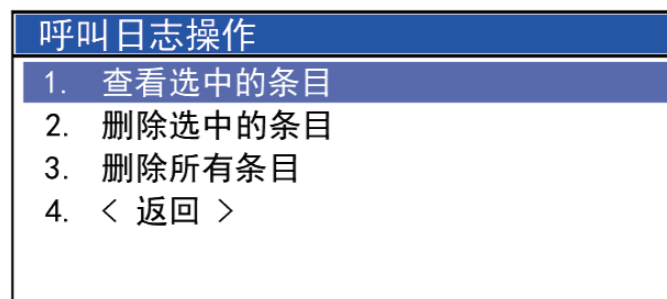

图6.4
- c: 旋转频道旋钮选择要操作的呼叫，按 [确认] 键打开呼叫日志操作对话框，如图6.4。